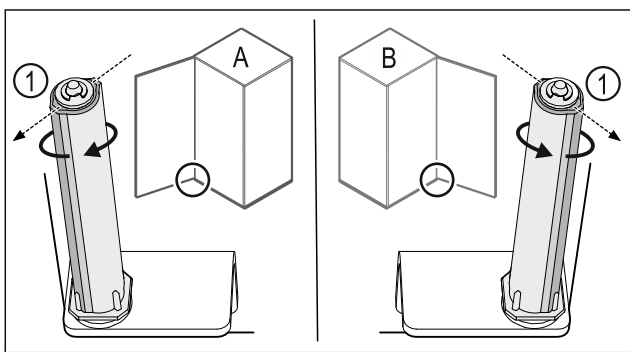

Fig. 34 Levo omejilo (A) / desno omejilo (B)
- Obrnite zaporni sistem proti upor, dokler ni mostiček zapornega sistema Fig. 34 (1) obrnjen navzven.